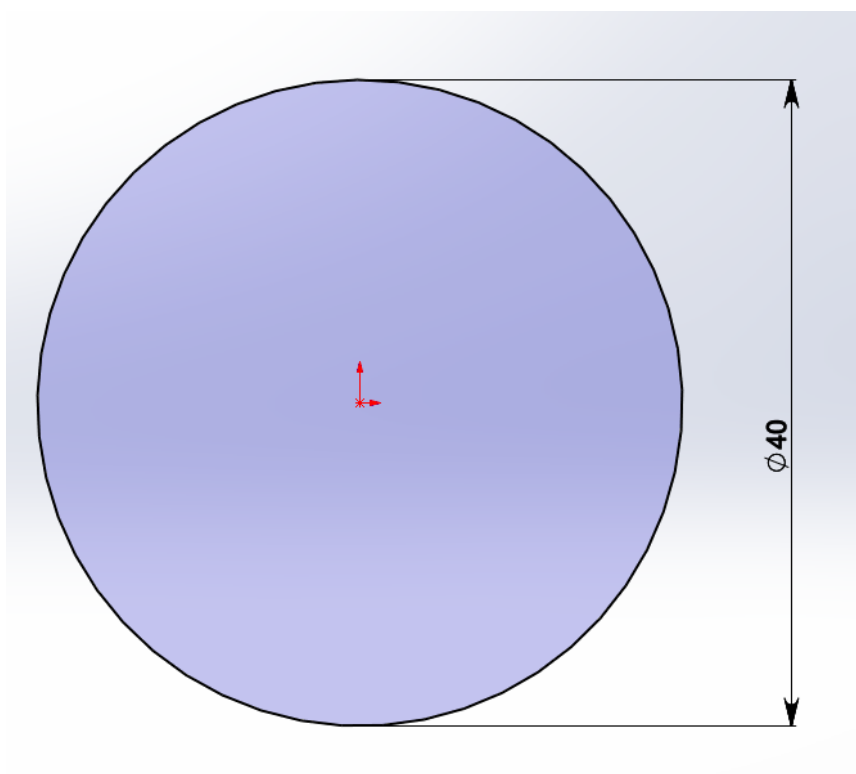

Рис. 4. Построение эскиза
5. Используя инструмент *Эскиз – Окружность* , строим произвольную окружность с центром в начале координат. С помощью *Автоматического нанесения размеров*  фиксируем размеры окружности, используя табличные размеры своего варианта ***B*** – 12 мм (рис. 4).